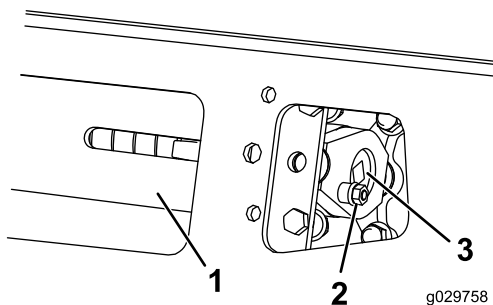

Figura 59
3. Scoatei urubul de blocare, distanțierul și piulia (Figura 59).
5. Aliniați cea mai apropiată creștătură din urubul de tensionare la orificiul urubului de blocare și fixați urubul cu urubul și piulia de blocare (Figura 59).
4. Scoatei urubul de blocare i piulia (Figura 59).
5. Folosind un clichet de antrenare de ½ inch, eliberai tensiunea de antrenare rotind urubul de tensionare în sensul acelor de ceasornic (Figura 59 i Figura 65).